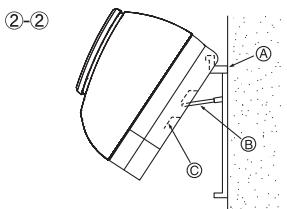

Fig. 3-6
②-② Приподнимите внутренний прибор, соединив поддерживающие части (которые закреплены на монтажном щите) с ребрами, расположенными на задней панели прибора, как показано на иллюстрации. (Fig. 3-6)